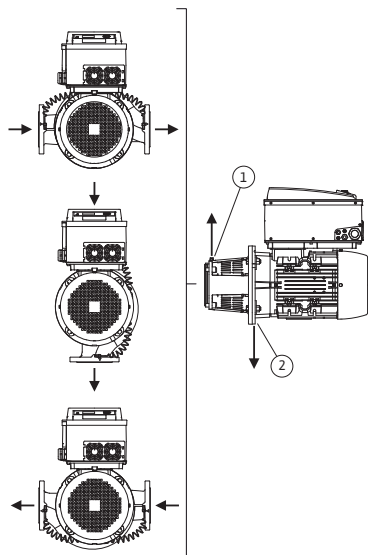
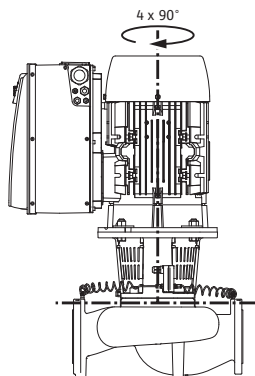

Fig. 18: Tillåtna monteringslägen med horisontell motoraxel
Fig. 19: Tillåtna monteringslägen med vertikal motoraxel
De tillåtna monteringslägena med horisontell motoraxel och elektronikmodul uppåt (0°) visas i fig. 18. De tillåtna monteringslägena med sidmonterad elektronikmodul ($\pm 90^\circ$) syns ej på bild. Alla monteringslägen utom "elektronikmodul nedåt" (-180°) är tillåtna. Avluftning av pumpen garanteras endast om avluftningsventilen pekar uppåt (fig. 18, pos. 1).
Endast i denna position (0°) kan det kondensat som bildas föras bort via tillgängligt hål, pumplanterna och motor (fig. 18, pos. 2).
De tillåtna monteringslägena med vertikal motoraxel visas i fig. 19. Alla monteringspositioner utom "motorn nedåt" är tillåtna.
- Avluftningsventilen på lanternan (fig. 6, pos. 1.31) måste alltid vara riktad uppåt vid en horisontell motoraxel (fig. 6). Vid en vertikal motoraxel är alla riktningar tillåtna. Se även Fig. 18: "Tillåtna monteringslägen med horisontell motoraxel" på sidan 17 resp. Fig. 19: "Tillåtna monteringslägen med vertikal motoraxel" på sidan 17.
- På horisontella motoraxlar måste kondenshålen peka nedåt (fig. 18, pos. 2). Vrid vid behov motorn tills detta uppnås.